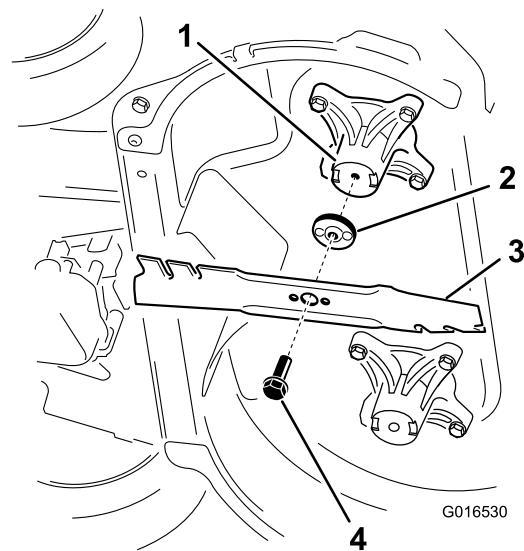

Figura 30
2. Rimuovete ogni lama come mostrato in Figura 30.
1. Montate la prima lama in posizione orizzontale, usando la bulloneria di montaggio come mostrato in (Figura 30).